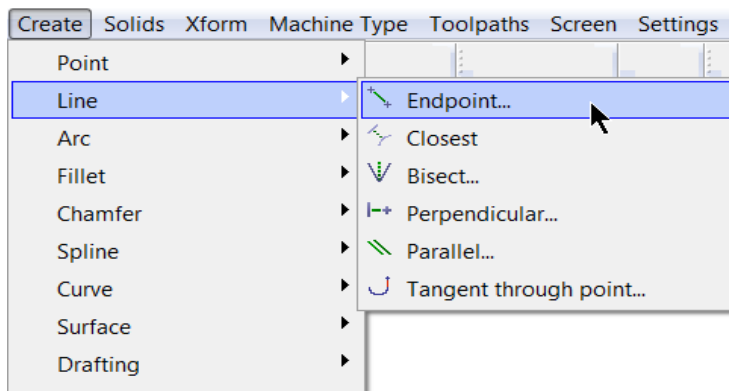

Figura 2.1.1
- Haga clic en el comando deseado punto final, como aparece en la figura 2.1.1.